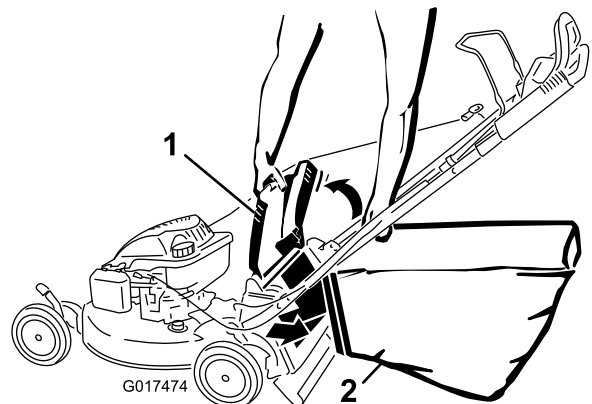

Figura 27
4. Cuelgue el extremo superior delantero de la bolsa de las muescas (Figura 27).